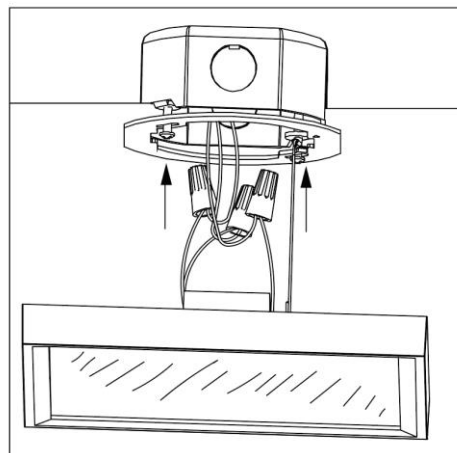

Figure 6
7. **Utiliser les capuchons de connexion** pour raccorder le câble noir du luminaire au câble d'alimentation noir et le câble blanc du luminaire au câble d'alimentation blanc, comme illustré à la *Figure 6*.